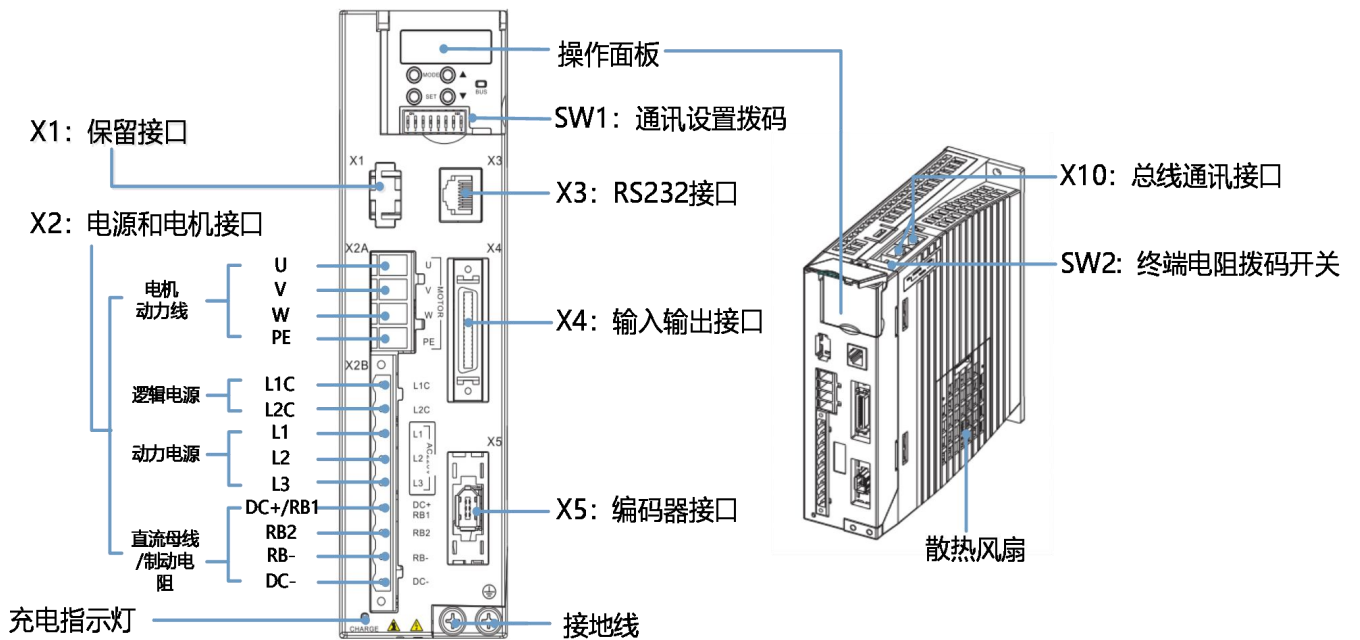

图 3-2 CD&FD433/623 驱动器外观图
1. 请参照推荐的规格进行配线, 线缆请使用双绞屏蔽线缆, 线缆如果较长请适当增加线径。线缆外部电路部分请参考图 3-2 进行接线。